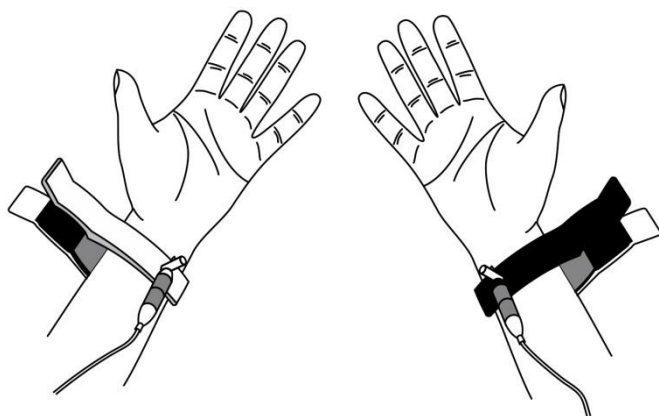

Рис. 27. Наложение ЭКГ-электродов на руки пациента в области нижней трети предплечий
- При рутинном ЭЭГ-исследовании, согласно рекомендациям по проведению рутинной ЭЭГ экспертного совета по нейрофизиологии Российской противоэpileптической лиги, требуется синхронная регистрация ЭКГ-сигнала по одному каналу. Для регистрации ЭКГ-сигнала можно использовать прижимные ЭКГ-электроды с соответствующими кабелями отведений: красный прижимной ЭКГ-электрод наложите в области нижней трети предплечья правой руки контактной стороной на внутреннюю (ладонную) поверхность, желтый прижимной ЭКГ-электрод — в области нижней трети предплечья левой руки контактной стороной на внутреннюю (ладонную) поверхность (рис. 27). Предварительно кожу пациента в местах наложения электродов следует обезжирить с помощью спиртовой салфетки. Для улучшения импеданса рекомендуется нанести под контактную поверхность электрода токопроводящий гель или поместить под нее марлевую салфетку, смоченную физиологическим раствором. После наложения подключите электроды с помощью кабелей отведений в канал блока усилителя, введенный в монтаж обследования в качестве ЭКГ-канала: кабель красного прижимного электрода — в отрицательное гнездо канала, кабель желтого прижимного электрода — в положительное гнездо канала. В качестве заземляющего электрода используйте ранее наложенный заземляющий ЭЭГ-электрод.